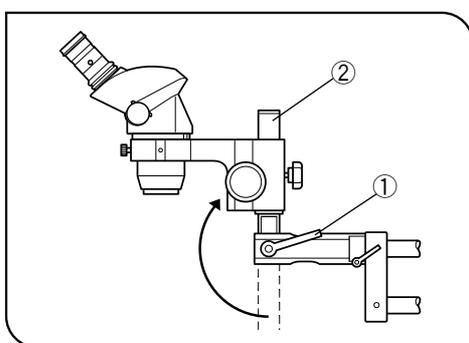

図 20
5) 高さのある試料の観察や、長い作動距離の補助対物レンズを組合わせる場合はティルティングクランプレバー①をゆるめ、取付軸②を180°回して上向きにした後に鏡体を水平アームの上側に取付けます。(図20)